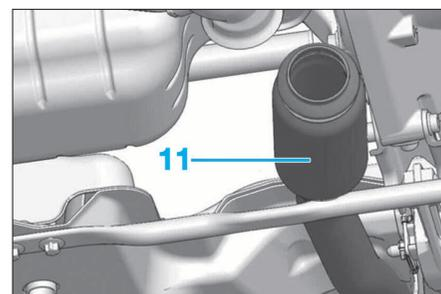

FIG. 8b
- Déposer les fixations (9).
- Ecarter avec précaution le tube d'échappement (11) vers la boîte de vitesses (Fig.8b).